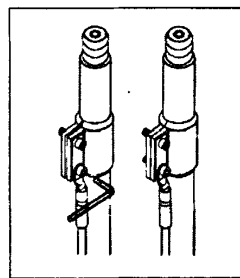

图8 接地卡紧固
d) 拧紧接地卡上的螺钉,如图 8(力距 $\geq 6 \text{ Nm}$)所示。